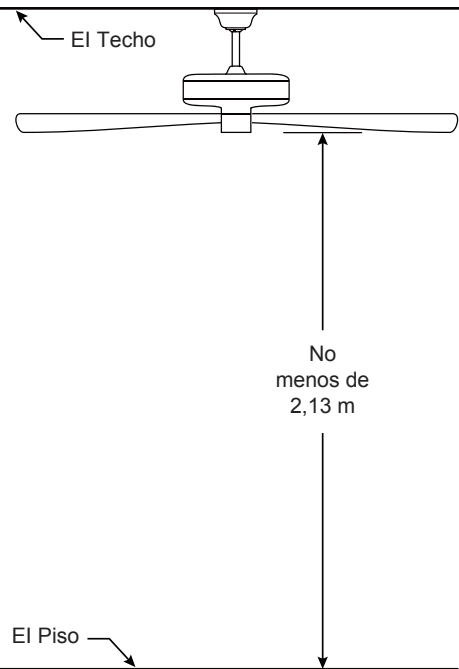

Figura 2
Uso de perfil profundo (Figura 2)
2. Retire el clip de horquilla y pasador de horquilla de la parte inferior de la bola para colgar. Retener el pasador y clip para la reinstalación en el paso 4. (Figura 2)
Debe colgar el ventilador a una distancia mínima de 2,13 m desde las aspas hasta el piso. (Figura 2)
Para evitar una posible descarga eléctrica, asegúrese de cortar la alimentación eléctrica de la caja de fusibles principal antes de alambrao el ventilador. (Figura 2)